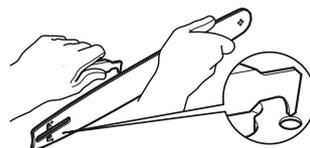

Fig. 53
- > Pour nettoyer les résidus accumulés dans les rails du guide-chaîne [7] utilisez un tournevis, un couteau de vitrier, une brosse métallique ou autre outil similaire. Cela permettra une meilleure circulation de l'huile afin que la chaîne [6] et le guide-chaîne [7] soient correctement graissés en permanence (Fig. 53).